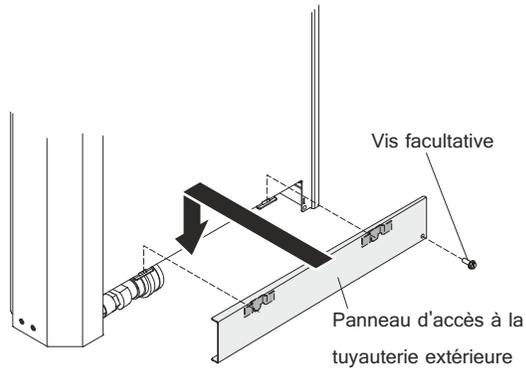

Figure 29. Installation du panneau d'accès à la tuyauterie extérieure
- c. (Facultatif) Fixez le panneau d'accès à la tuyauterie extérieure à l'échangeur de chaleur à l'aide d'une vis M4 (voir figure 29).